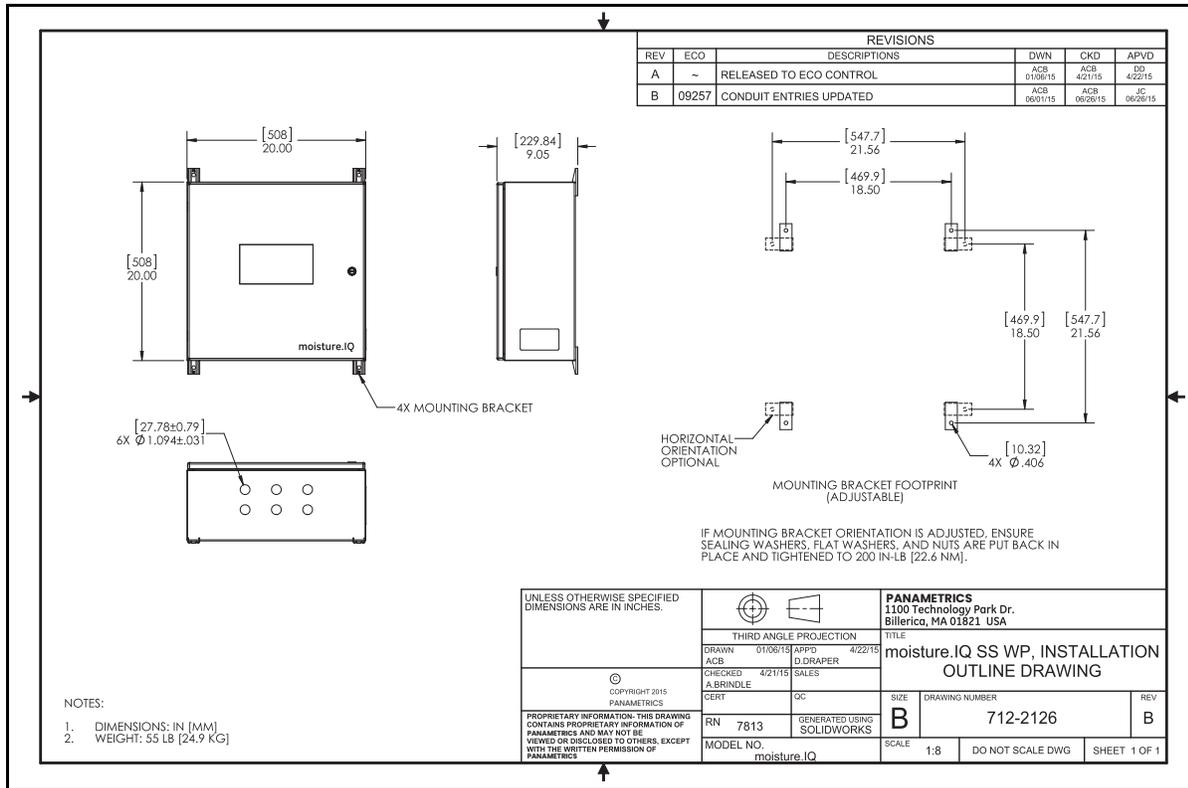
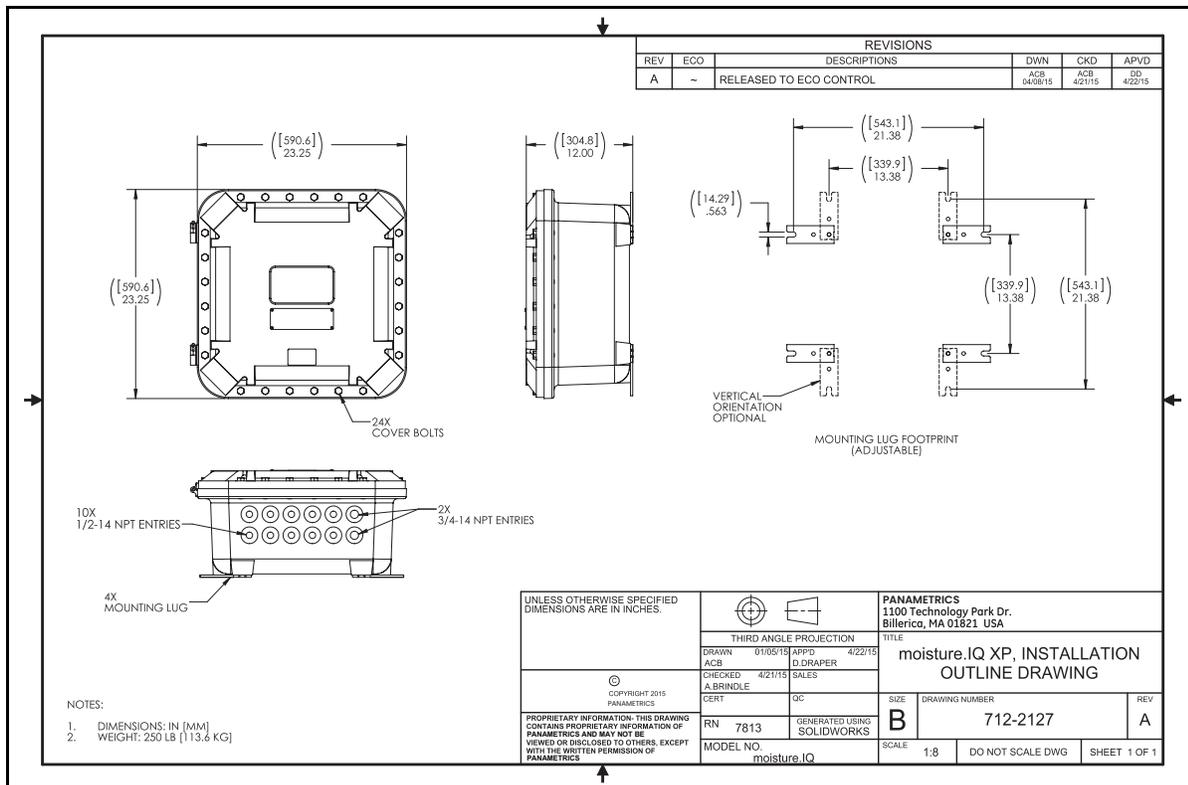

Figure 109: Schéma des cotes d'installation inox WP (n° 712-2126\_revB, page 1/ 1)
Figure 110: Schéma des cotes d'installation XP (n° 712-2127\_revA, page 1/ 1)
- L'installation doit être conforme aux **schémas d'installation** 712-2126 pour la version acier inoxydable à l'épreuve des intempéries (voir *Figure 109* page 154) et 712-2127 pour la version antidéflagrante (voir *Figure 110* page 154).